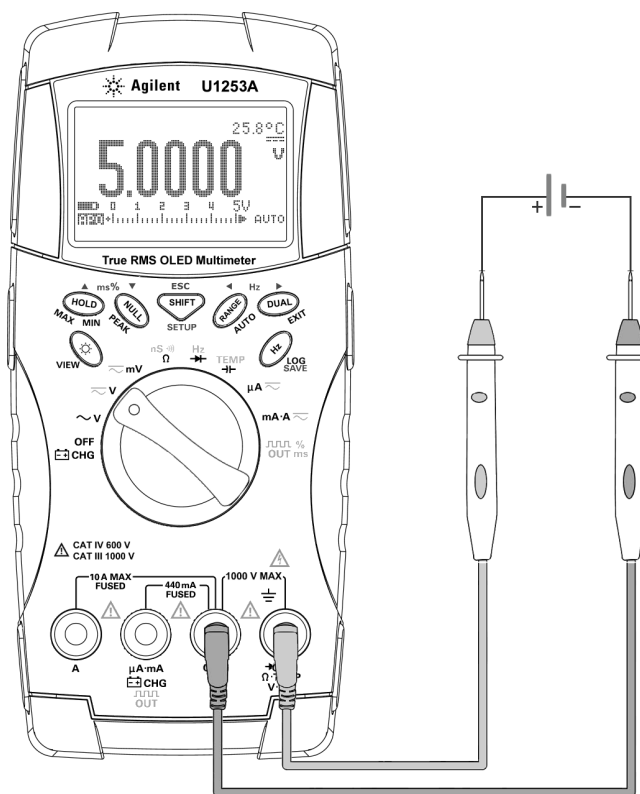

Figura 2-2 Medida de tensão DC
- 3 Conecte os fios de teste vermelho e preto aos terminais de entrada **V.mV (vermelho)** e **COM (preto)** respectivamente (consulte a Figura 2-2).